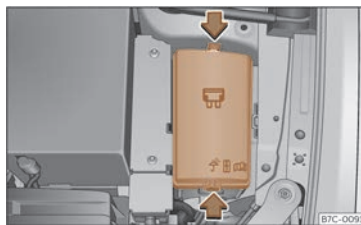

Fig. 189 Al compartiment del motor: tapa de la caixa de fusibles.
- Premeu les pestanyes de bloqueig per desbloquejar la tapa de la caixa de fusibles >>> **fig. 189**.